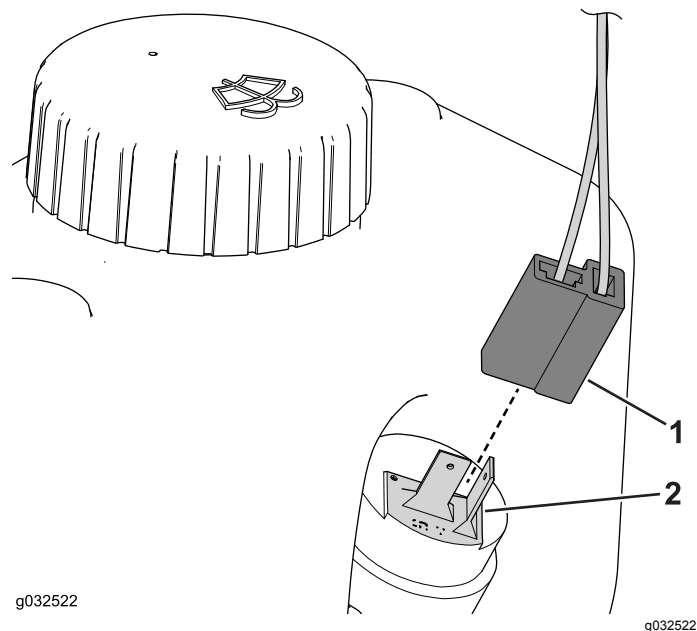

Figure 43
- Branchez le connecteur au réservoir de lave-glace (Figure 43).